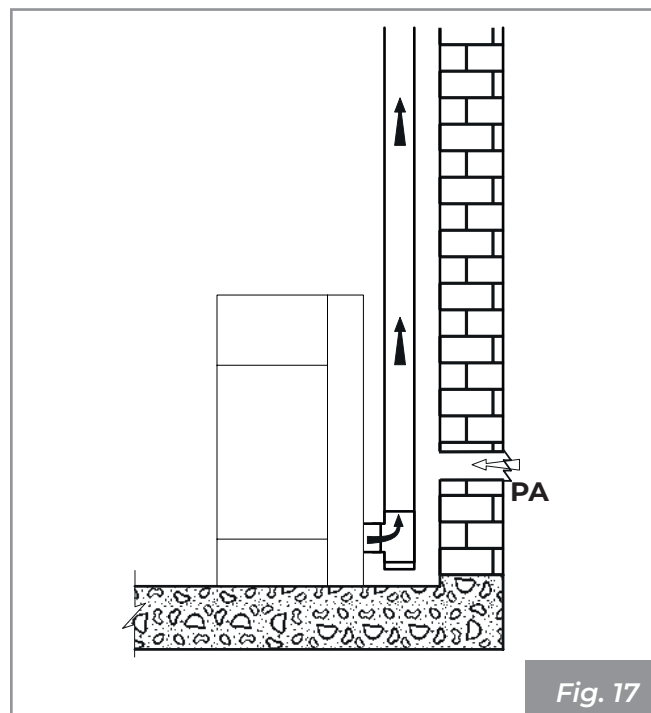

Fig. 17
- desde el ambiente de instalación o de los locales contiguos apropiados (**Fig. 17**)
Realizar la toma de aire en la pared (**Fig. 17 - PA = Toma de Aire**), y dejar que el aparato esté libre de extraer aire en el ambiente teniendo cuidado de conectar en el tubo de entrada del aire el tramo de tubo corrugado, en caso de que sea suministrado, fijándolo con la abrazadera y plegándolo ligeramente hacia abajo con el fin de prevenir posibles efectos de resonancia.